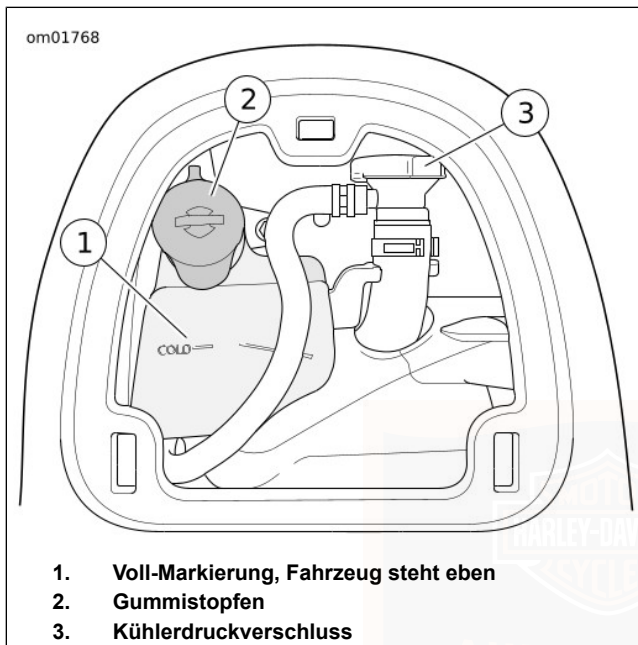

Abbildung 48. Kühlmittelstand
2. Siehe Abbildung 48. Sicherstellen, dass der Kühlmittelstand im Kühlmittelbehälter auf oder knapp über der Markierung „COLD“ (Kalt) steht.